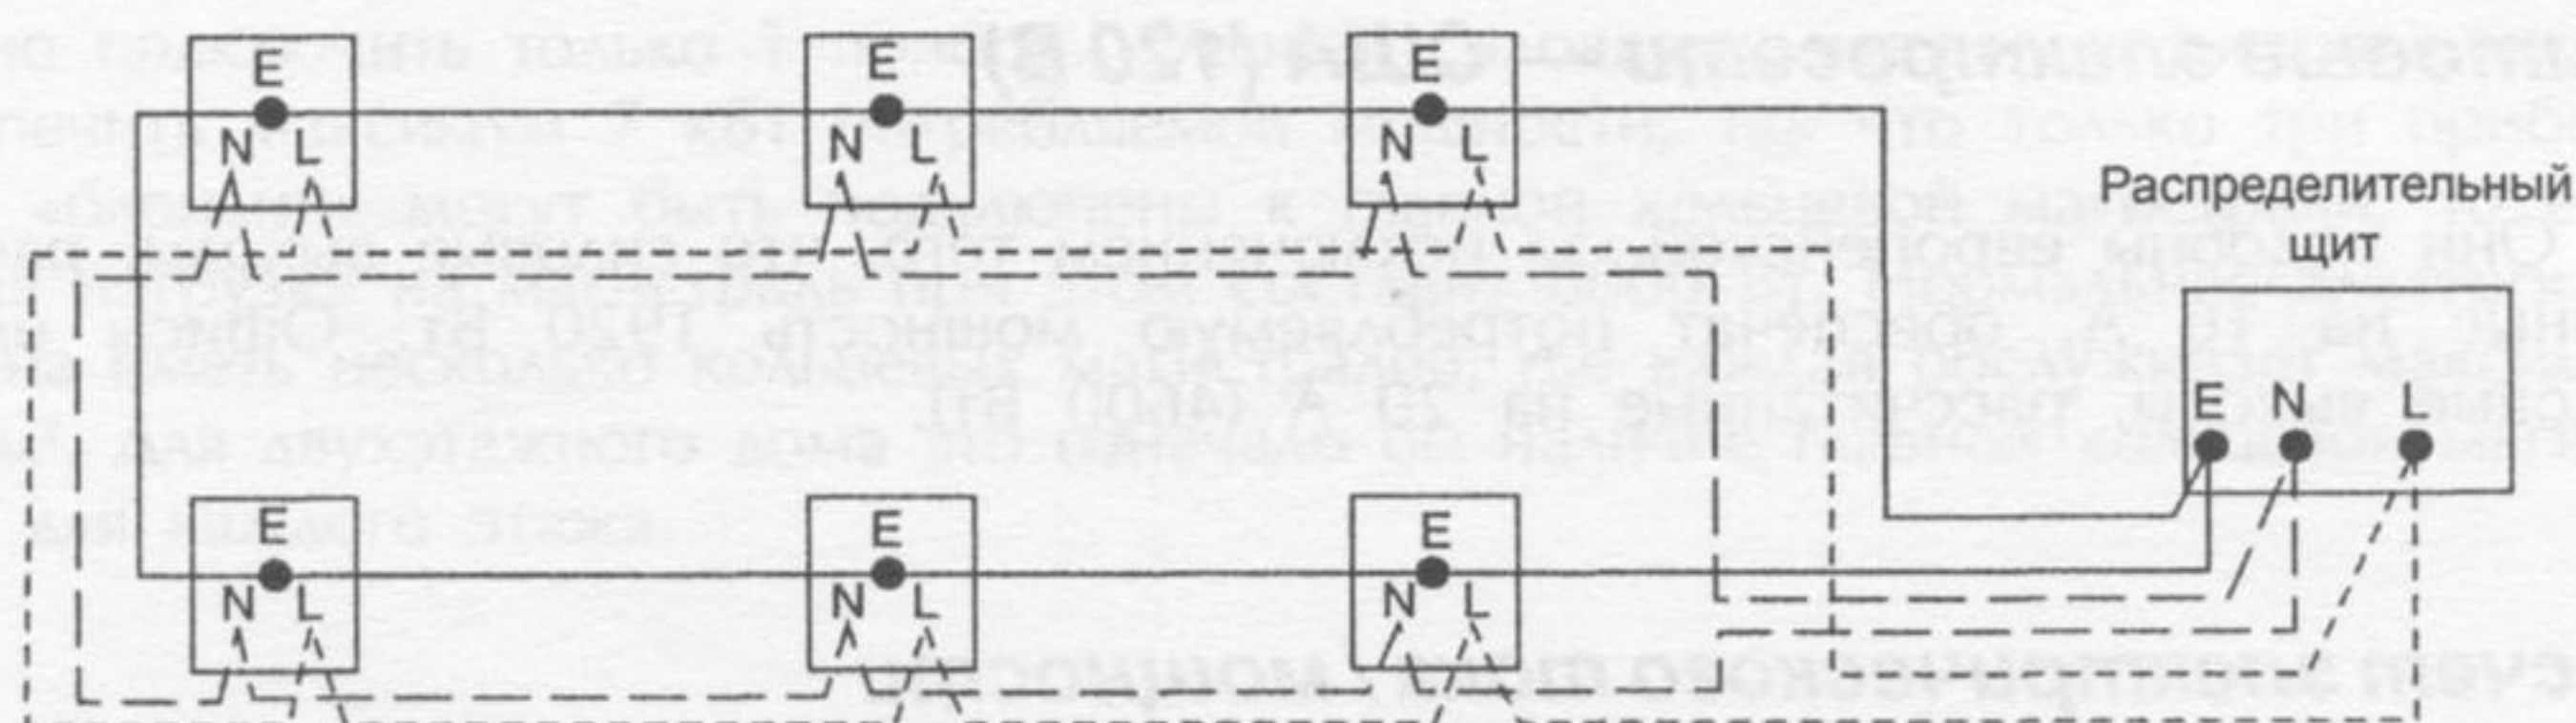

Рис. 12.3 30-амперная кольцевая магистраль силовых розеток (Великобритания)
- **Кольцевая, силовые цепи**, оснащены электрическим кабелем, имеющим площадь поперечного сечения провода 2.5 мм^2 , и плавким предохранителем в цепи на 30 А. Они питают 13 сетевых розеток, рассчитанных на 3 кВт (3000 Вт) (рис. 12.3). Каждая кольцевая магистраль может обслуживать 100 квадратных метров, т.е. типовой двухэтажный дом должен иметь две кольцевые магистрали, по одной для каждого этажа.